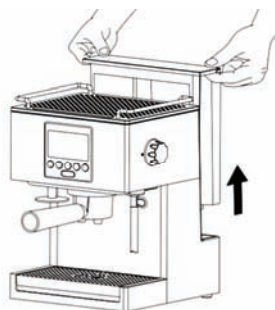

Рис.11
- 18.3. Сними накопитель на воду (1) и поднос для капель (9) вместе с решёткой (8) с кофеварки (Рис. 11).
- 18.23. Сними накопитель на воду (1) и поднос на капли (9) вместе с решёткой (8) с эспрессо (Рис. 11).